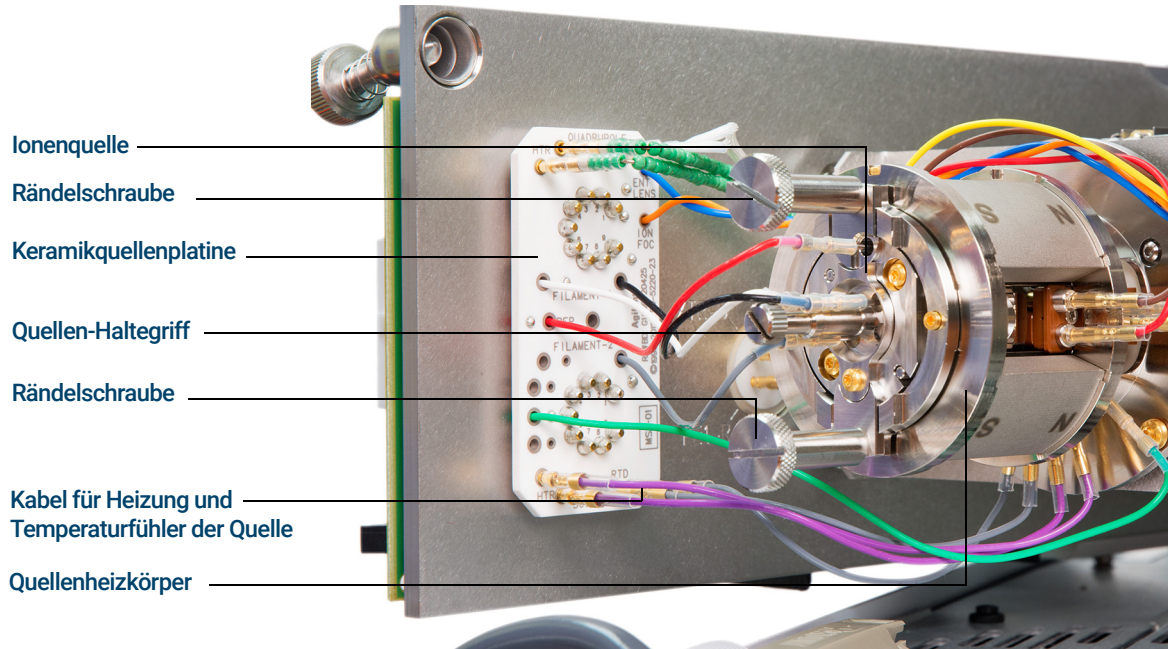

Abbildung 55. Die Analyzerkammer für den HES-MSD
- 3 Entfernen Sie die beiden großen Rändelschrauben, mit denen die Ionenquelle fixiert ist. (Siehe **Abbildung 55** auf Seite 194.)
- 4 Lösen Sie die Kabel von der EI-HES. (Siehe **Abbildung 55** auf Seite 194.) Verbiegen Sie die Kabel nicht unnötig. (Siehe „**Verbinden/Lösen von Kabeln zur EI-HES**“ auf Seite 195.)